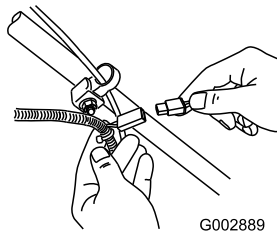

Figure 45
1. Branchez le chargeur au faisceau de câblage de la tondeuse situé sous la clé de contact (Figure 45).